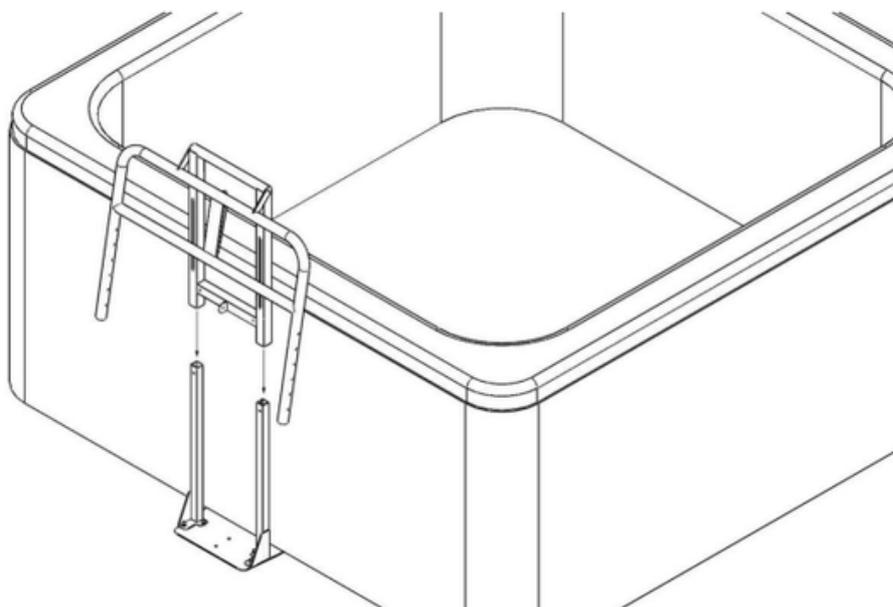

Figure 4
4. Glissez les pieds de l'assemblage « unité principale ccAA/bras amovible ccEE » sur les supports ccGG. Voir figure 4.